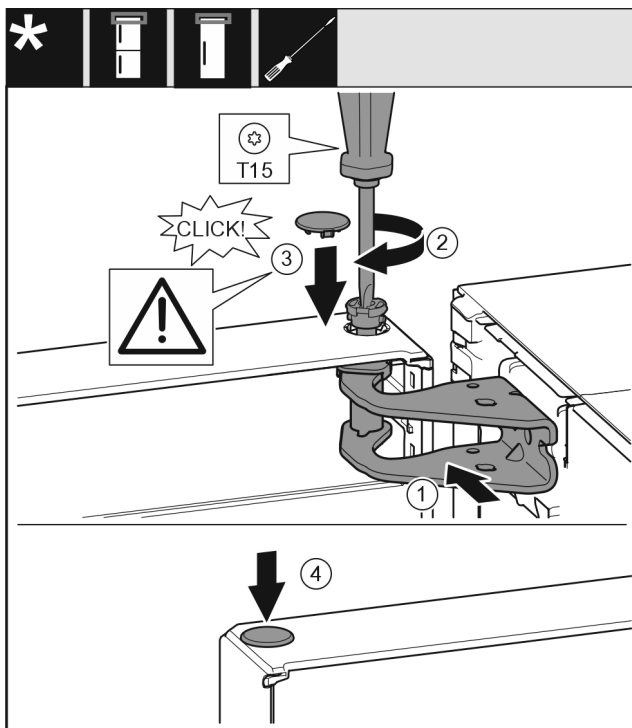

Fig. 21
- ▶ 将门的上方对准托架中的开口。 Fig. 21 (1)
- ▶ 放入螺栓并用 T15 螺丝刀拧紧。 Fig. 21 (2)
- ▶ 安装冰箱门安全装置的安全盖：放入安全盖并检查其是否紧贴门上。否则，需将螺栓完全插入。 Fig. 21 (3)
- ▶ 放上堵头。 Fig. 21 (4)